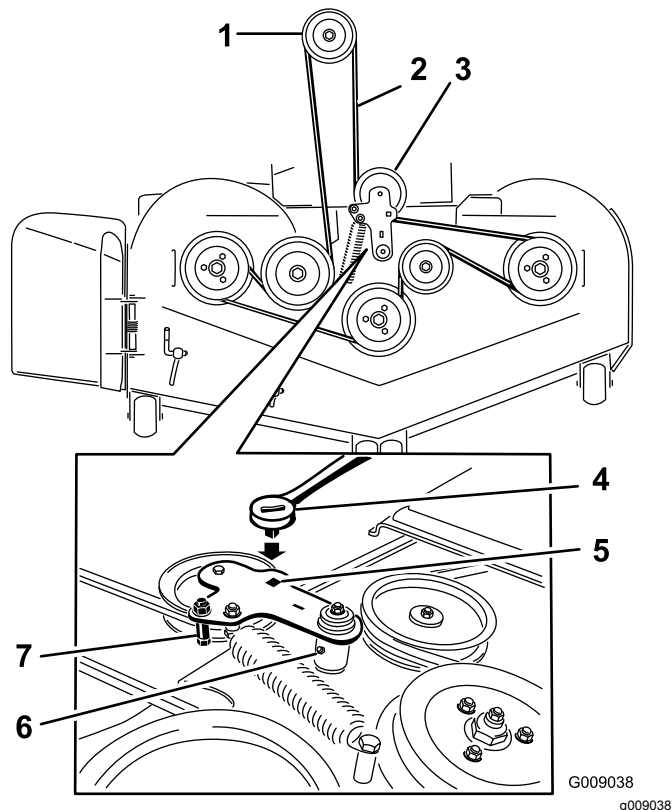

**Figure 78**
4. Retirez les couvercles de courroie (Figure 78).